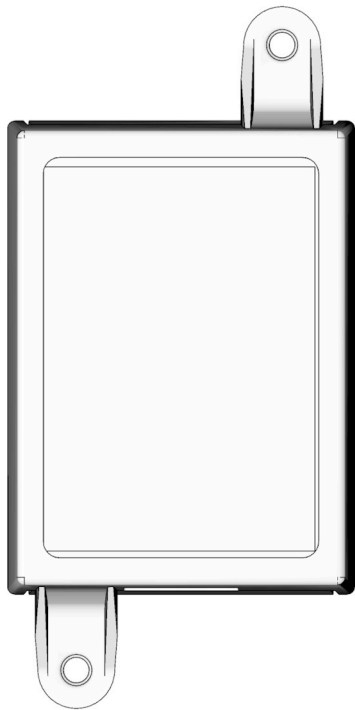

FIG. 3
2. Alignez le boîtier de raccordement sur les trous pré-perçés (FIG. 3).